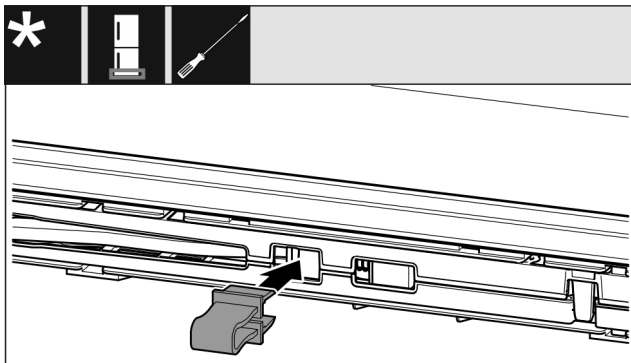

Fig. 14
- ▶ Pojistku nechte zapadnout do otvoru Fig. 14 ().